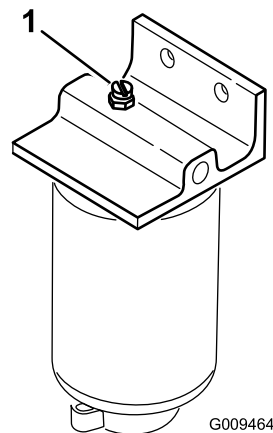

Figure 41
3. Ouvrez le bouchon d'aération sur le séparateur d'eau/de carburant (Figure 41).